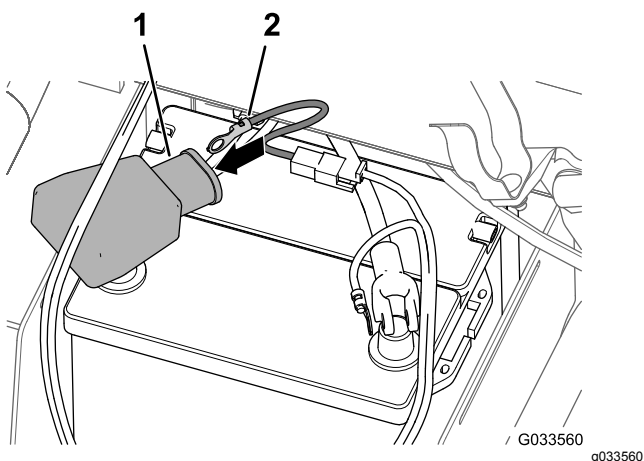

Figura 29
4. Alinee el terminal de anillo del eslabón fusible (arnés de cables del fumigador) por la cubierta ancha de la batería, según se muestra en Figura 29.